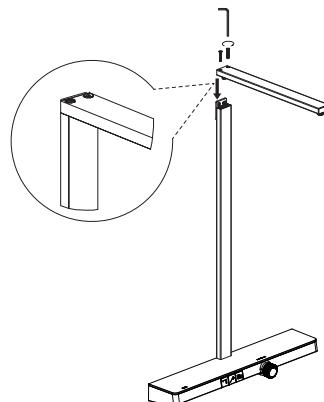

Figura 2
- e) Instale el tubo del brazo y fíjelo con una llave Allen (Figura 2).
- e) Installare il tubo del braccio e fissarlo con la chiave a brugola (Figura 2).